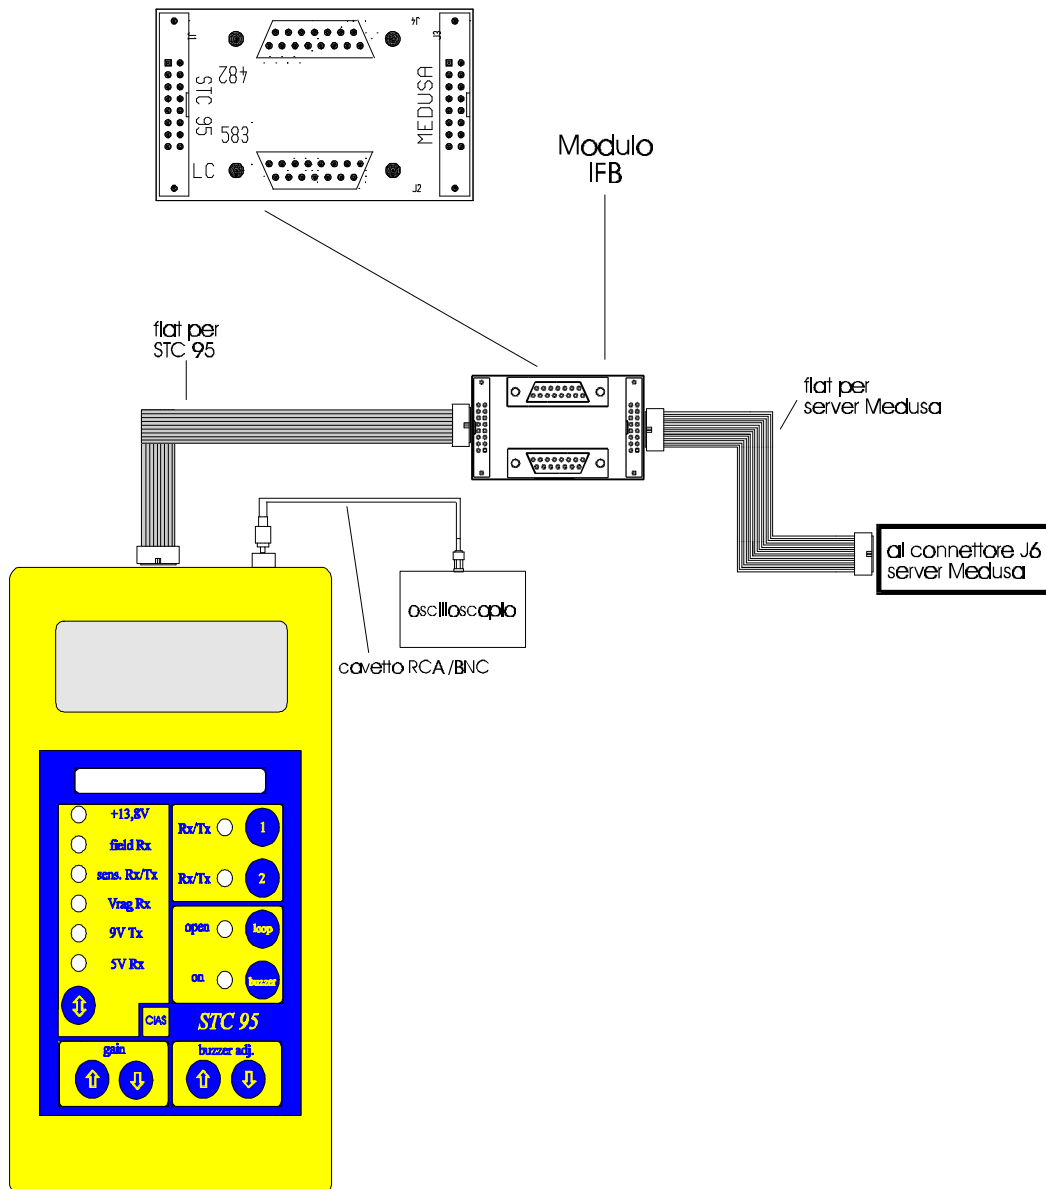

Fig.31
- Verificare il corretto funzionamento tramite lo strumento STC 95 (Per la leggenda dei leds e dei tasti vedi fig. 31).